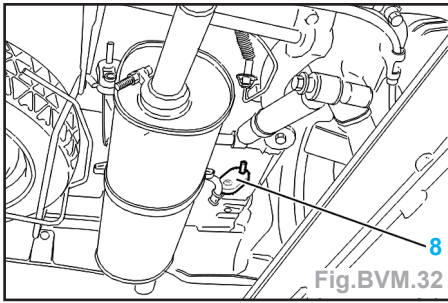

Fig.BVM.32
- les biellettes (5) (à l'aide de l'outil [1]),
- la biellette (6) (à l'aide de l'outil [2]).
- Déposer la vis (7).
- Déposer la bride d'échappement (8) (Fig.BVM.32).